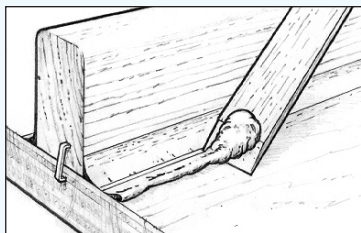

Figure 14 Nettoyer l'excédent d'époxy à l'extérieur des marges du congé
3. Retirez l'excédent d'époxy restant à l'extérieur des marges en utilisant un stick de mélange ou une spatule de vitrier (*Figure 14*). Un tissu ou une bande de fibre de verre peut être appliqué sur la zone du congé avant que ce dernier ait durci (ou après durcissement et ponçage du congé).